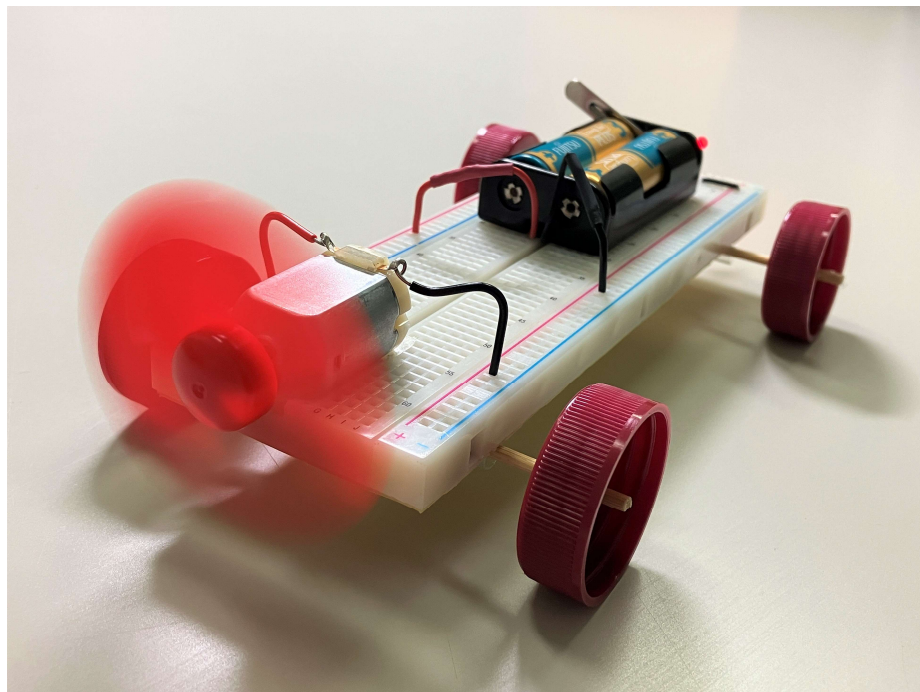

図1^ず モーターカー^{かんせいず}完成図
- ① ストローをブレッドボードの幅に合わせて切ります。
- ② ブレッドボード裏面の両面テープをストローの幅に切り込みを入れ、切った部分のシート取り除き、ストローを貼り付けます。
- ③ ブレッドボードの幅より3cm程度長く竹串を切ります。
- ④ 竹串^{たけぐし}をストロー^{とお}に通して、竹串^{たけぐし}の両端^{りょうはじ}にキャップ^{せつちやく}をグルーガン^{せつちやく}で接着^{せつちやく}します。
- ⑤ モーター^{でんち}と電池ボックス^{とりつ}を取付ける位置^{いち}に両面テープ^{りょうめん}を貼り付け^はます。
- ⑥ 電池ボックス^{でんち}を貼り付け^はてブレッドボード^{はいせん}に配線^{はいせん}します。
- ⑦ 抵抗器^{ていこうき}とLED^{でんち}に電池^{でんち}の電圧^{でんあつ}がかかるように配置^{はいち}して配線^{はいせん}します。
- ⑧ モーター^{でんち}にプロペラ^{とりつ}を取付けてから、ブレッドボード^{はいち}に配置^{はいせん}して配線^{はいせん}します。
- ⑨ 電池ボックス^{でんち}のスイッチ^いを入れるとモーター^{かいてん}が回転^{かいてん}して、モーターカー^{ぜんしん}が前進^{ぜんしん}します。同時にLED^{どうじ}が点灯^{てんとう}します。(図1^ずのようになります。)